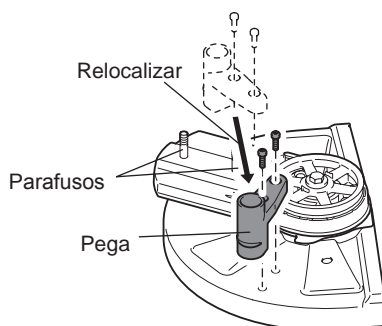

Fig. 5
- (6) Reposicione a pega. (Fig. 5)